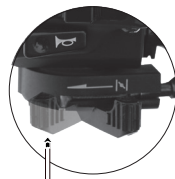

Imagen 31. Ahogador.
8. Colocar la palanca del ahogador en posición de abierto. Ver imagen 31.